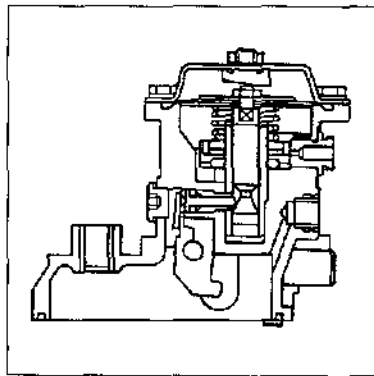

Figura.9-34
- ② El tipo de leva excéntrica se usa de forma que el ajuste pueda efectuarse desde afuera. (Figura 9-34)